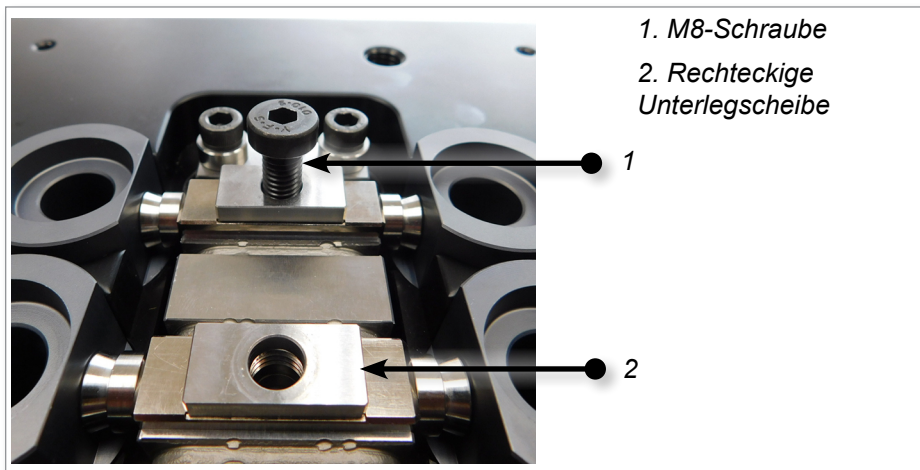

Abbildung 5-104 Rechteckige Unterlegscheibe und Schraube einbauen
2. Setzen Sie die rechteckige Unterlegscheibe und die M8-Schraube auf den Schmelzblock. Ziehen Sie die Schraube mit 27 Nm (20 ft.lbs) an. Siehe Abbildung 5-104.